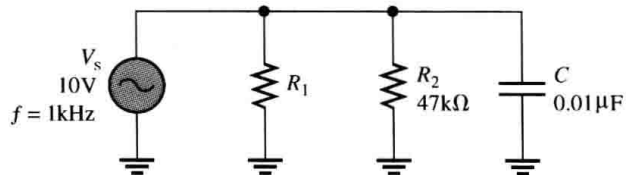

图 10-82
43. 在图 10-82 中，求使电源电压与总电流之间相位角为 30° 时所需的 R_1 值。